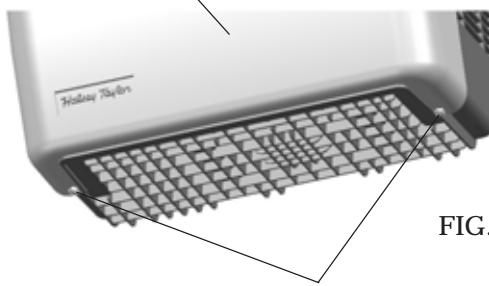

FIG. 4
- 4) Remove the two (2) screws holding the bottom cover at the bottom of cooler. (Shown in FIG. 4) Remove the bottom cover by pulling straight down and set aside.
- 4) Desmonte los dos (2) tornillos que sujetan la tapa a la parte inferior del enfriador (que se muestran en la Fig. 4) Retire la tapa inferior tirando en forma recta hacia abajo y déjela a un lado.
- 4) Retirez les deux vis maintenant le capot inférieur et situées sous le refroidisseur. (Indiqué sur la Figure 4). Retirez le capot inférieur en tirant vers le bas et mettez le de côté.
To access the refrigeration system and plumbing connections, remove two screws (Item 49) to remove bottom cover (Item 35). See Fig. 4.
Para accesar al sistema de refrigeración y las conexiones de empalmes, desmonte los dos tornillos (Artículo 49) para retirar la tapa inferior (Artículo 35). Vea la Fig. 4.
Pour accéder au système de réfrigération et à la plomberie, retirez les deux vis (Élément 49) afin d'enlever le capot inférieur (Élément 35). Voir figure 4.